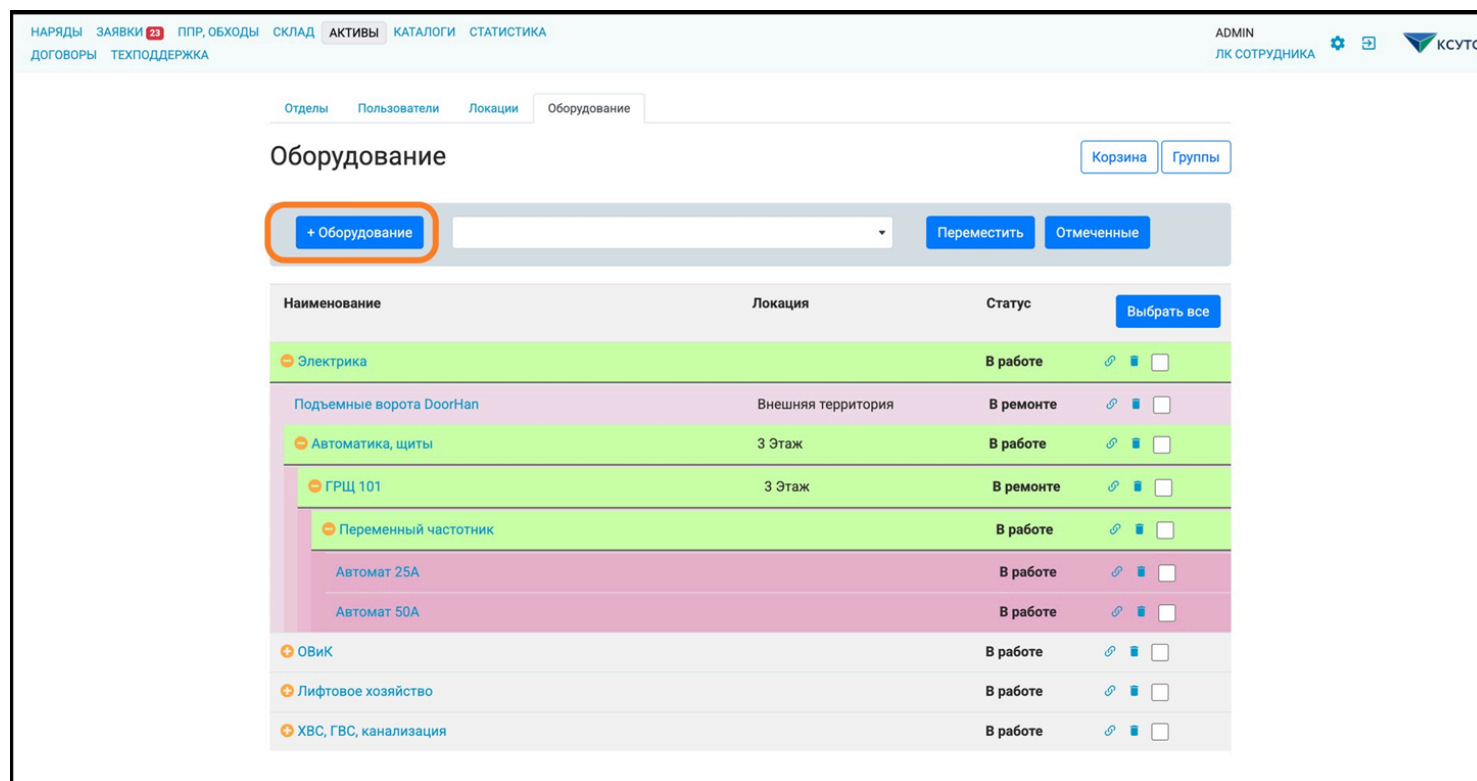

Рис.8 Создание карточки оборудования
4.4.1. Чтобы создать карточку оборудования, нажмите кнопку «+Оборудование» (рис. 8);